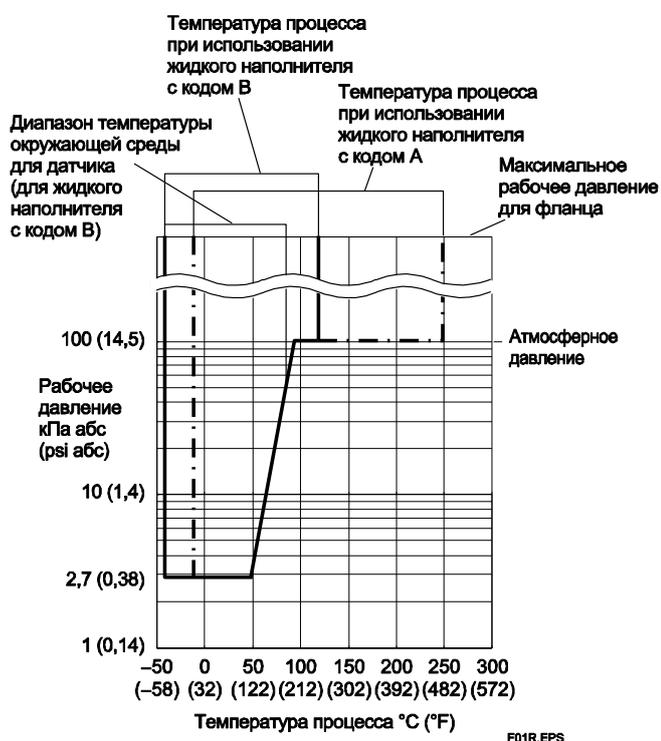

Рис. 1. Рабочее давление и температура процесса (Жидкий наполнитель: силиконовое масло для общего и высокотемпературного применения)
Для атмосферного давления или ниже см. Рис. 1.
*1: См. рисунок 1 «Рабочее давление и рабочая температура».